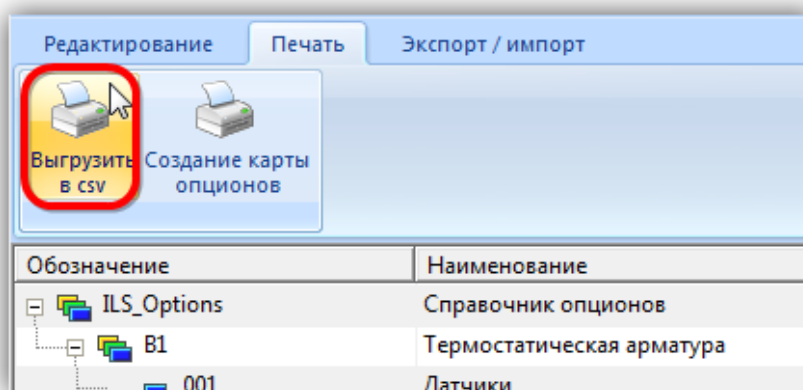

Рис. 10-157 – Выгрузка опционов в CSV-файл
8) Если при выполнении поиска нажать в окне «Поиск опционов» кнопку «Найти» вместо «Найти далее», то окно поиска закроется, в разделе «Поиск» в левой части окна редактора опционов отобразится заданный критерий поиска. При его выделении все найденные опционы будут отображены в правом окне редактора (1 и 2 на рис. 10-157).